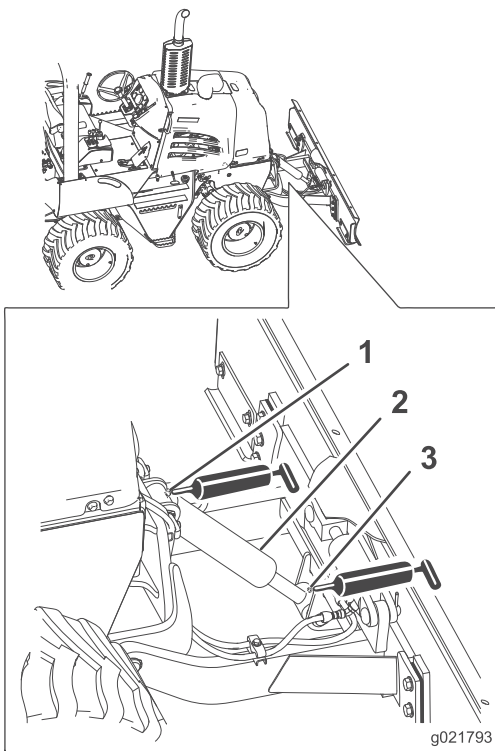

Figure 34
2. Raccordez la pompe à graisse aux graisseurs supérieur et inférieur du vérin de levage et injectez 3 jets de graisse dans chaque graisseur (Figure 34).